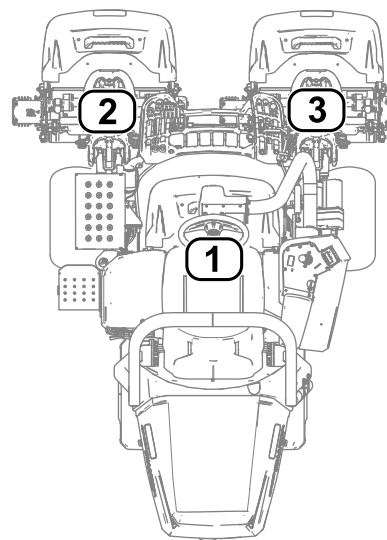

Figure 25
- **1** correspond à l'unité de coupe centrale (Figure 25)
- **2** correspond à l'unité de coupe avant gauche (Figure 25)
- **3** correspond à l'unité de coupe avant droite (Figure 25)